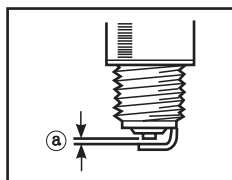

Рис. 10
**СОВЕТ:** Зазор свечи **a** (рис. 10) должен измеряться свечным щупом и при необходимости корректироваться согласно спецификации свечи.